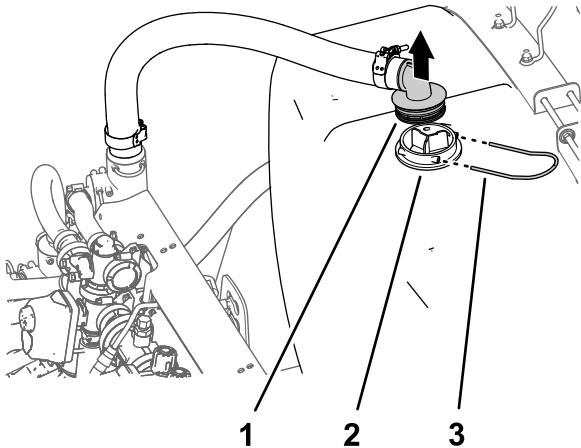

Figure 12
- Retirez l'étrier qui fixe le raccord à 90° cannelé du flexible d'alimentation au boîtier de la crête d'aspiration (Figure 12).